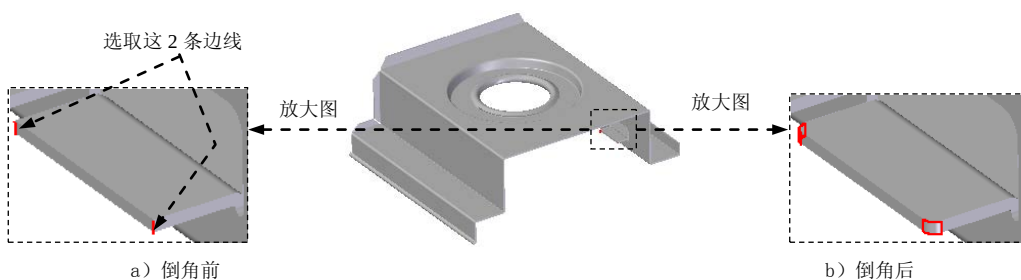

图 8.10.48 倒角特征 1
(5) 定义折弯半径及止裂槽参数。单击“弯边选项”按钮，取消选中 ☐ 使用默认值* 复选框，在其 **折弯半径 (R)** 文本框中输入值 0.2；选中 ☒ 折弯止裂口 (R) 复选框和 ☒ 圆形 (R) 单选项；单击 **确定** 按钮。
(6) 单击 **完成** 按钮，完成特征的创建。
Step21. 创建图 8.10.48 所示的倒角特征 1。
(1) 选择命令。单击“主页”功能选项卡“钣金”工具栏中的  倒角 按钮。